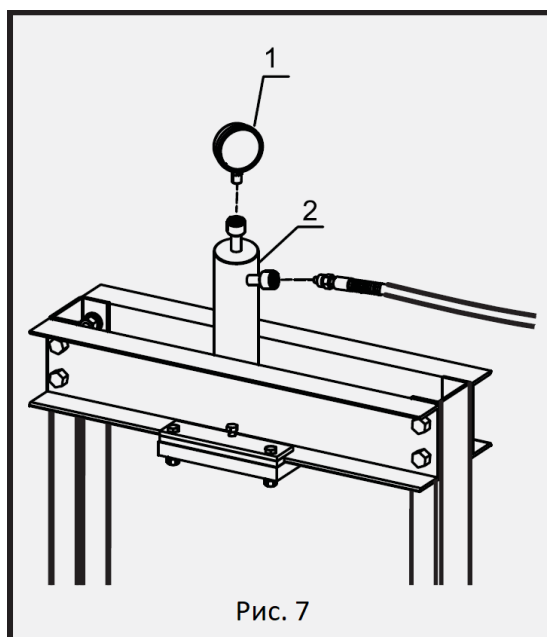

Рис. 7
8. Присоедините манометр (1) и шланг к плунжеру (2). Смотрите рисунок 7.